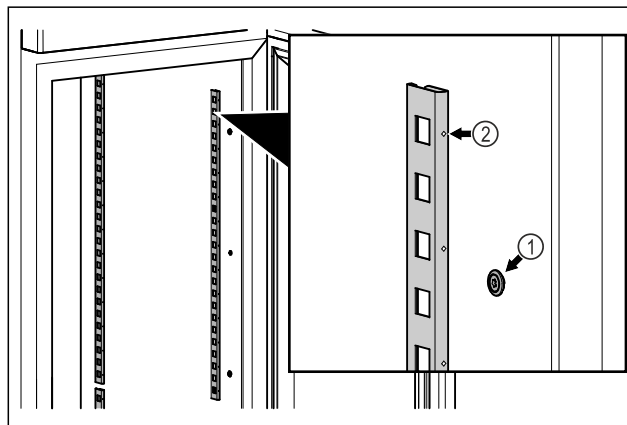

Fig. 79 Esimerkkikuva
- Kiinnitä pidikekiskot Fig. 79 (1) ripustimeen. Merkinnän Fig. 79 (2) on osoitettava eteenpäin.